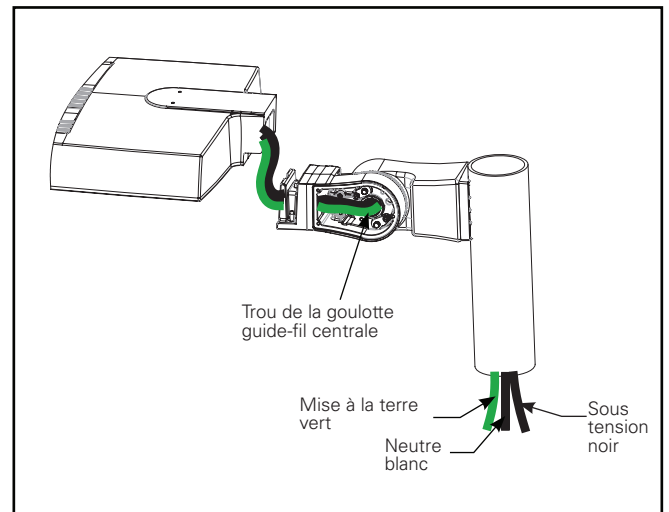

Figure 3.
6. Soutenez le luminaire tout en l'abaissant sur le taquet du bras de montage et enfiler les fils d'alimentation du luminaire à travers l'ouverture dans la cavité du bras de montage. Laissez le luminaire reposer entièrement sur le taquet. Continuez d'acheminer le fil d'alimentation du luminaire dans le trou de la goulotte guide-fil centrale menant à la cavité du bras de poteau. Laissez le luminaire reposer sur le taquet (figure 3).